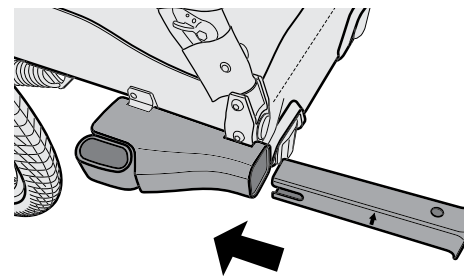

Figura 9
3. Inserte el manguito amarillo en el acople rápido, con las flechas hacia arriba, hasta que quede a ras con el acople rápido (Figura 9).